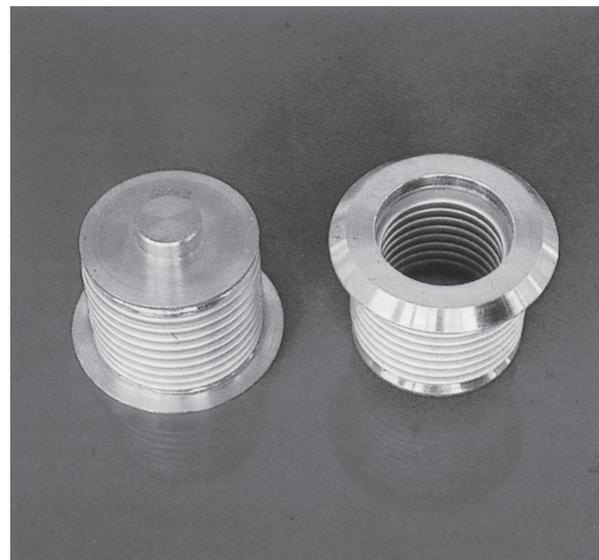

Bild 6
- Faltenbälge und Membranen aus Edelstahl (Bild 6).